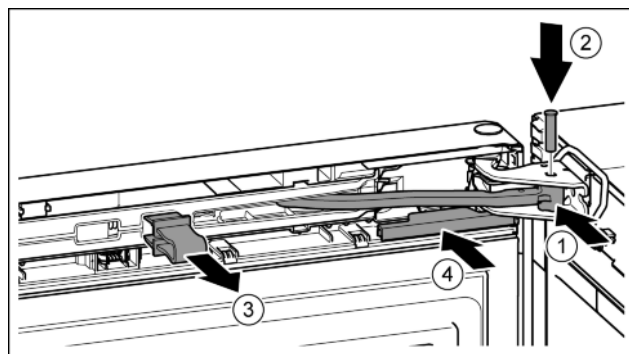

Fig. 42
- ▶ Przegub obrócić w płytce zawiasu. Fig. 42 (1)
- ▶ Sworzeń umieścić w płytce zawiasu i przegubie. Przy tym zwrócić uwagę, aby krzywka zatraskowa została prawidłowo umieszczona w rowku. Fig. 42 (2)
- ▶ Zdjąć zabezpieczenie. Fig. 42 (3)
- ▶ Wsunąć osłonę. Fig. 42 (4)